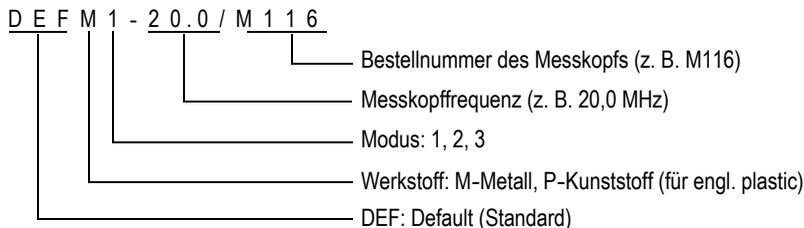

Abbildung 5-3 Standardjustierung für einen Einzelschwinger auswählen
- c) Heben Sie im Fenster **STANDARD** der einzusetzenden Messkopffart (siehe Beispiel in Abbildung 5-3 auf Seite 77) auf der Liste der verfügbaren Standardjustierungen die Justierung für Ihren Messkopf hervor.